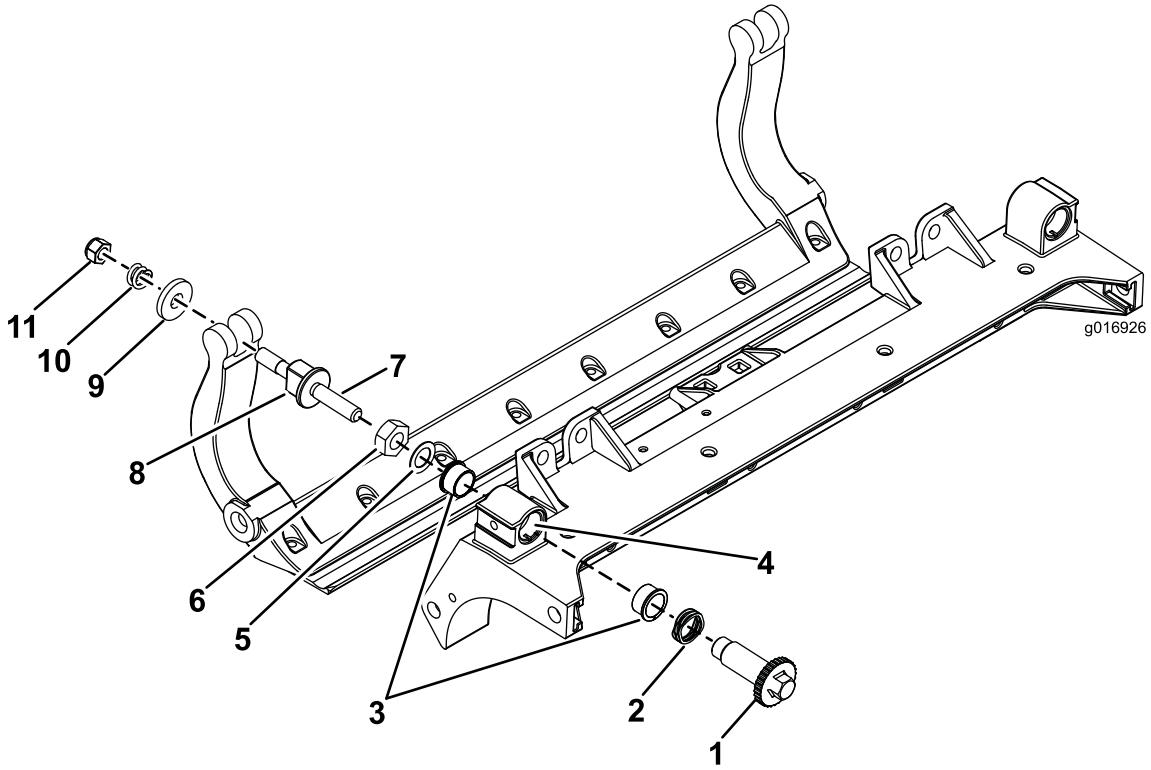

Figura 35
- Rimuovete tutti i componenti (fate riferimento alle *Istruzioni per l'installazione* del kit DPA HD e a Figura 35).
- Applicate del lubrificante antigrippaggio all'interno dell'elemento in cui vanno montate le boccole, sul telaio centrale dell'apparato di taglio (Figura 35).
- Allineate le chiavette sulle boccole flangiate alle scanalature sul telaio e montate le boccole (Figura 35).
- Montate una rondella ondulata sull'albero del dispositivo di regolazione e inserite l'albero all'interno delle boccole flangiate sul telaio dell'apparato di taglio (Figura 35).
- Fissate l'albero del dispositivo di regolazione con una rondella piana e un dado di bloccaggio (Figura 35).
- Posizionate una rondella in acciaio all'esterno di ciascuna rondella in nylon (Figura 35).
- Nota:** Le rondelle all'interno possono avere del gioco (Figura 35).
15. Serrate il dado su ciascun gruppo di regolazione della barra di appoggio fino a comprimere completamente la molla di compressione, quindi allentate il dado di 1/2 giro (Figura 35).